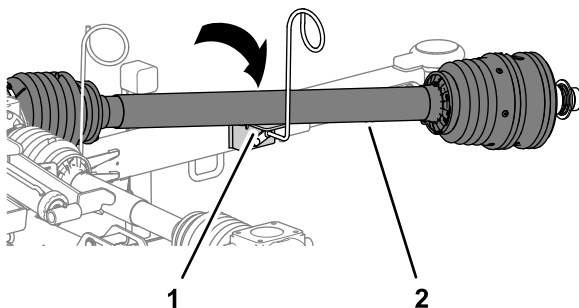

Рисунок 9
2. Поместите приводной вал механизма отбора мощности на опору приводного вала, находящуюся на направляющей шлангов (Рисунок 9).